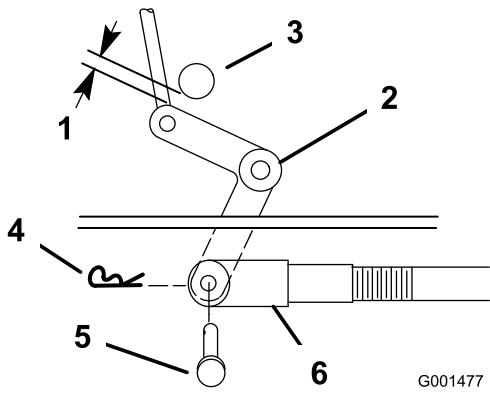

Figura 49
9. Compruebe la distancia entre la palanca acodada y el eje de salida de la transmisión (Figura 49).